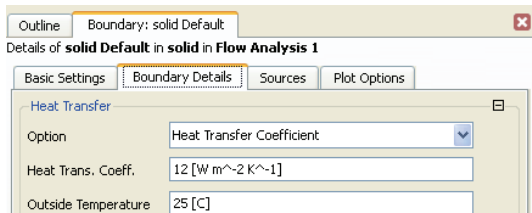

图 24-17 壁面参数
2) 在 Boundary Details 标签下, 设置 Heat Transfer 下的 Option 为 Heat Transfer Coefficient, Heat Trans. Coeff. 的值为 $12[\text{W m}^{-2} \text{K}^{-1}]$, Outside Temperature 为 $25[\text{C}]$, 如图 24-17 所示, 单击 OK 按钮。